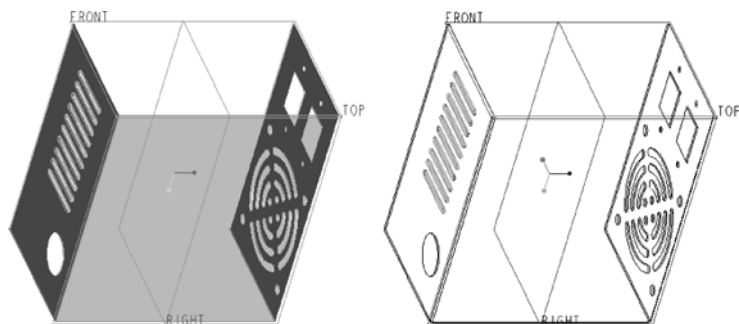

图 6-81 阵列结果
(3) 在“阵列”选项卡中单击 (完成) 按钮，阵列结果如图 6-81 所示。